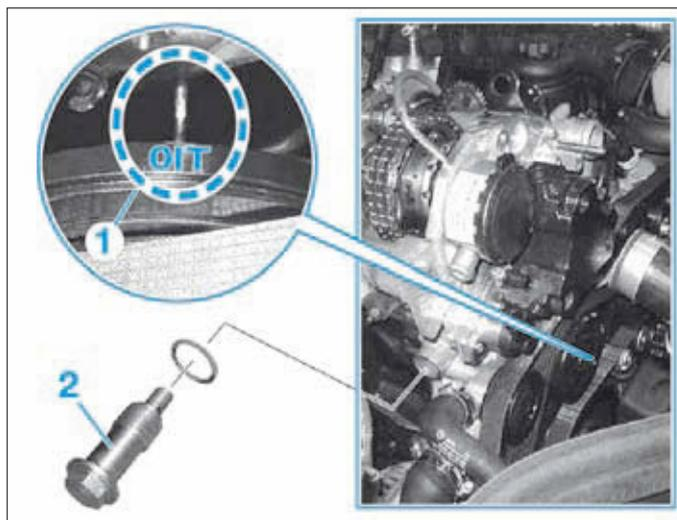
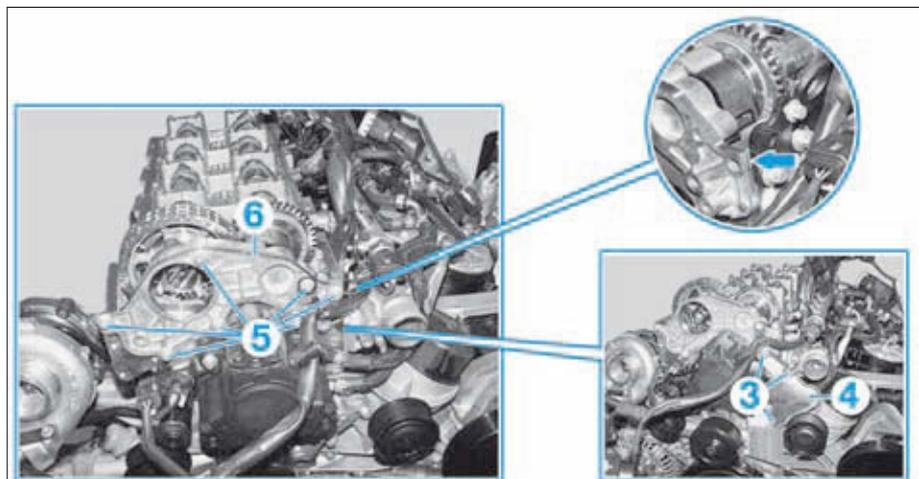

FIG.53
FIG.54
- Aligner les repères de calage de la poulie de vilebrequin par rapport au carter de distribution (1) (Fig.53).
- Déposer le tendeur de chaîne de distribution (2).
- Déposer les vis (3) puis l'écran thermique (4) (Fig.54).
- Déposer les vis (5) puis le couvercle avant de culasse (6).